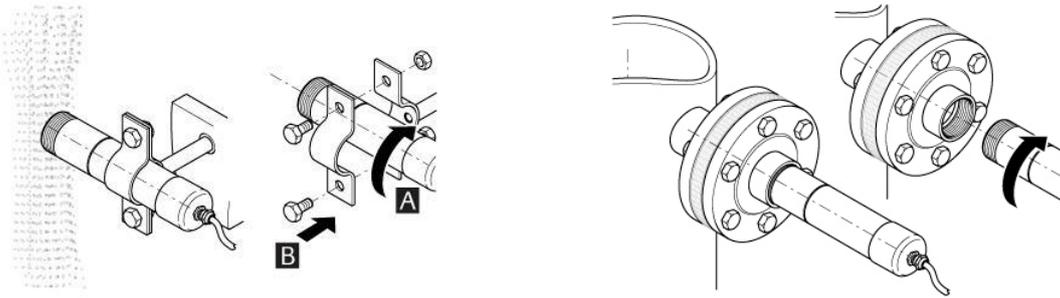

Рис. 5: Монтаж с помощью скобы для крепления труб
- быть прикреплен с помощью скобы для крепления труб (рис. 5)